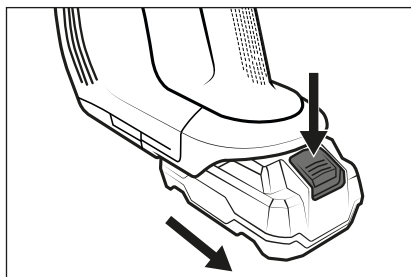

Fig. 13
- ◆ Pour retirer la batterie de l'appareil, maintenez la touche de déverrouillage de la batterie enfoncée et retirez la batterie de l'appareil (voir fig. 13).